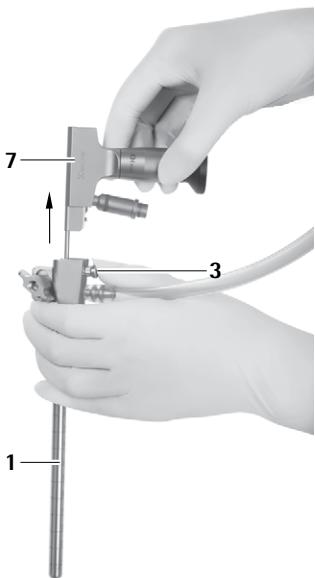

Fig. 11
- Presser le bouton de déverrouillage 3 et retirer l'endoscope 5 hors du trocart MINOP InVent 1, voir Fig. 11..